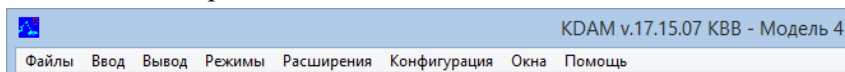

Рис. 3.11. Главное меню
**Силы** – работа с панелью аналогична работе с **Аргументами модели** (см. рис. 3.11).